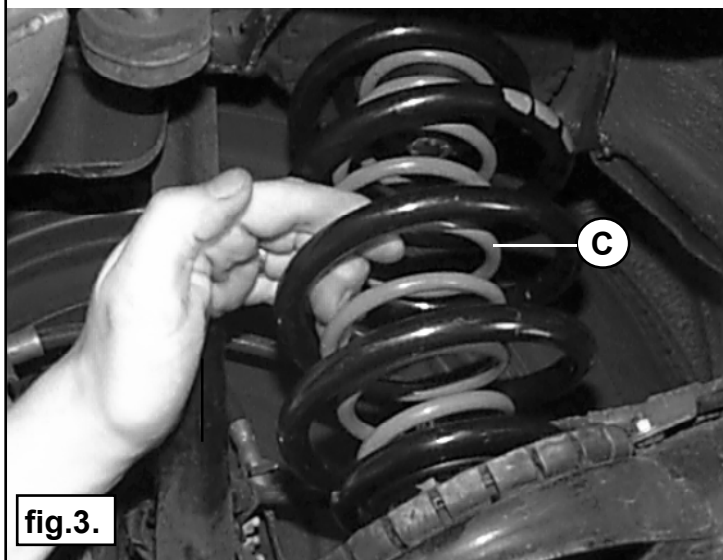

fig.3.
12. Ziehen Sie die Niveaufeder **C** zum Heck des Fahrzeuges, bis der Federteller **B** in der Öffnung des Tragarms zentriert sitzt. Siehe Bild 3 und 4.
12. Tirer le ressort de renfort **C** légèrement à l' arrière pour centrer l' attache ressort du **B** dans le bras de la suspension. Voir fig. 3 et 4.